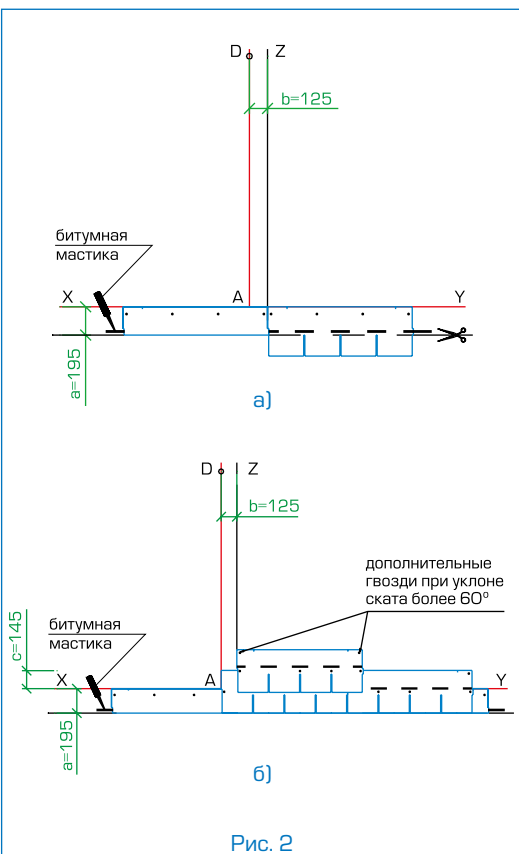

Рис. 2
Укладка материала (рис. 2)
- Начальный ряд формируется из листов черепицы КЛАССИК обрезанных по линии образованной конечными точками вырезов. Полученные таким образом полосы шириной 19,5 см укладываются по линии карниза в обе стороны от линии Z (рис. 2а) и фиксируются по нижнему краю битумной мастикой, а по верхней кромке 4 гвоздями (ось гвоздей на 5 см ниже верхнего края полосы);
- далее первый ряд черепицы укладывается от линии AD (рис. 2б);
- второй ряд укладывается от линии Z (со смещением 12,5 см от AD) (рис. 2б);
Каждый лист черепицы КЛАССИК крепится 4 гвоздями (ось гвоздей на линии битумных клеевых полос) таким образом, чтобы гвоздь прошивал и верхний край нижележащего листа черепицы (рис. 2б).